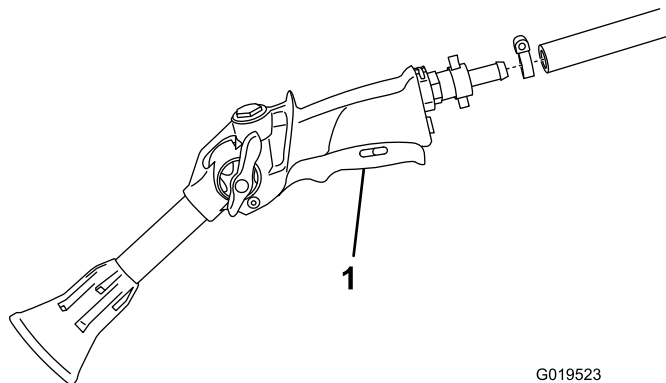

Figure 12
3. Branchez l'extrémité libre du long flexible au raccord du pistolet pulvérisateur (Figure 12).